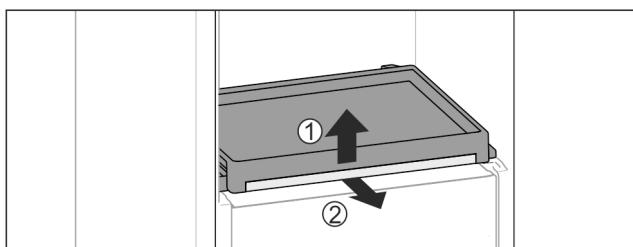

Fig. 77
Повдигнете леко отпред стъклената плоча Fig. 77 (1) и я изтеглете напред Fig. 77 (2).